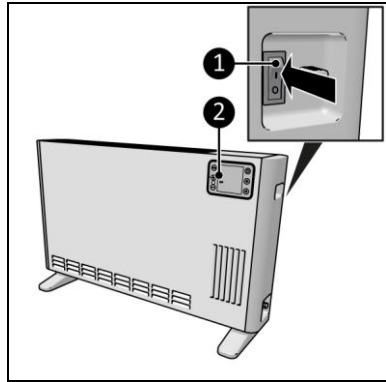

Abbildung 12
1. Stellen Sie den EIN/AUS-Schalter auf EIN (Abbildung 12, Pos. 1).
2. Das Display (Abbildung 12, Pos. 2) zeigt OFF an.